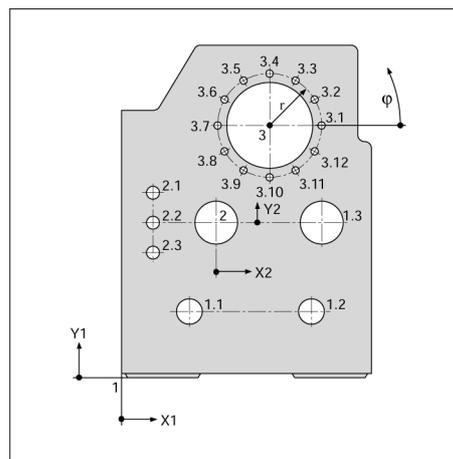

fig. I.8 Plan de pièce avec cotation des coordonnées (selon DIN 406 ou ISO 129 chap. 11, fig. 179)
**PROGRAMMATION.** Cf. fig. I.8